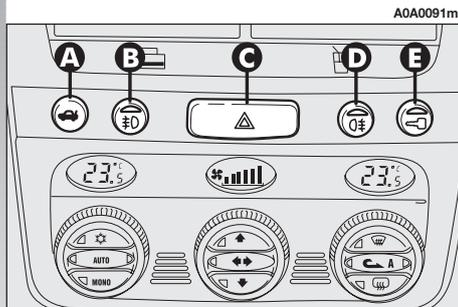

fig. 91
### APERTURA PORTELLONE VANO BAGAGLI (fig. 91)
**LUCI DI EMERGENZA (fig. 91)**
**LUCI FENDINEBBIA (fig. 91)**
## LUCE RETRONEBBIA (fig. 91)
## BLOCCAPORTE (fig. 91)